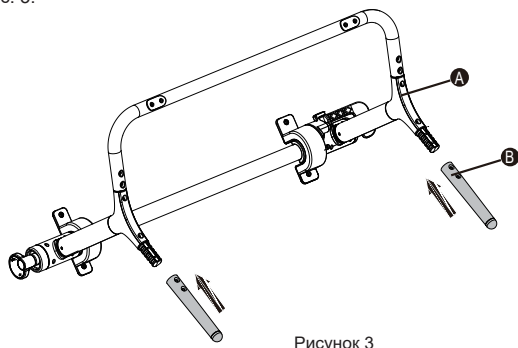

Рисунок 3
Шаг 4: Соедините передние нижние трубы (B) с основной рамой (A). См. рис. 3.